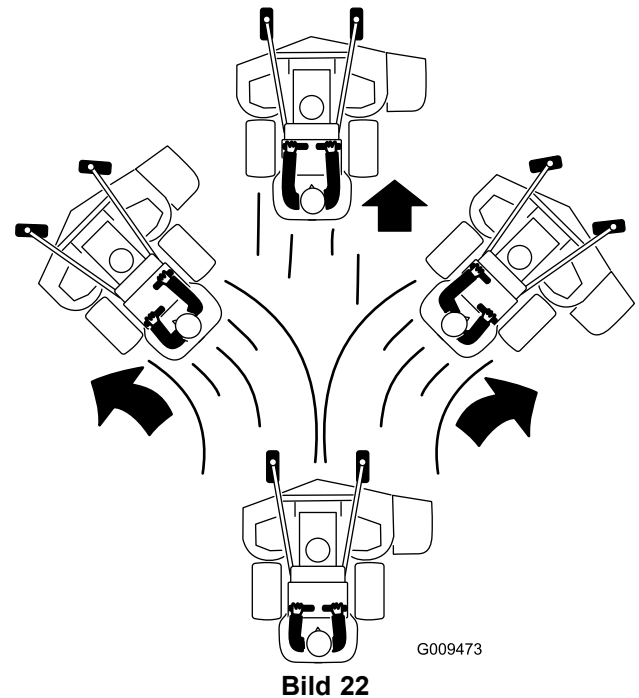

Bild 22
4. Schieben Sie die Fahrtriebshebel langsam nach vorne (Bild 22).